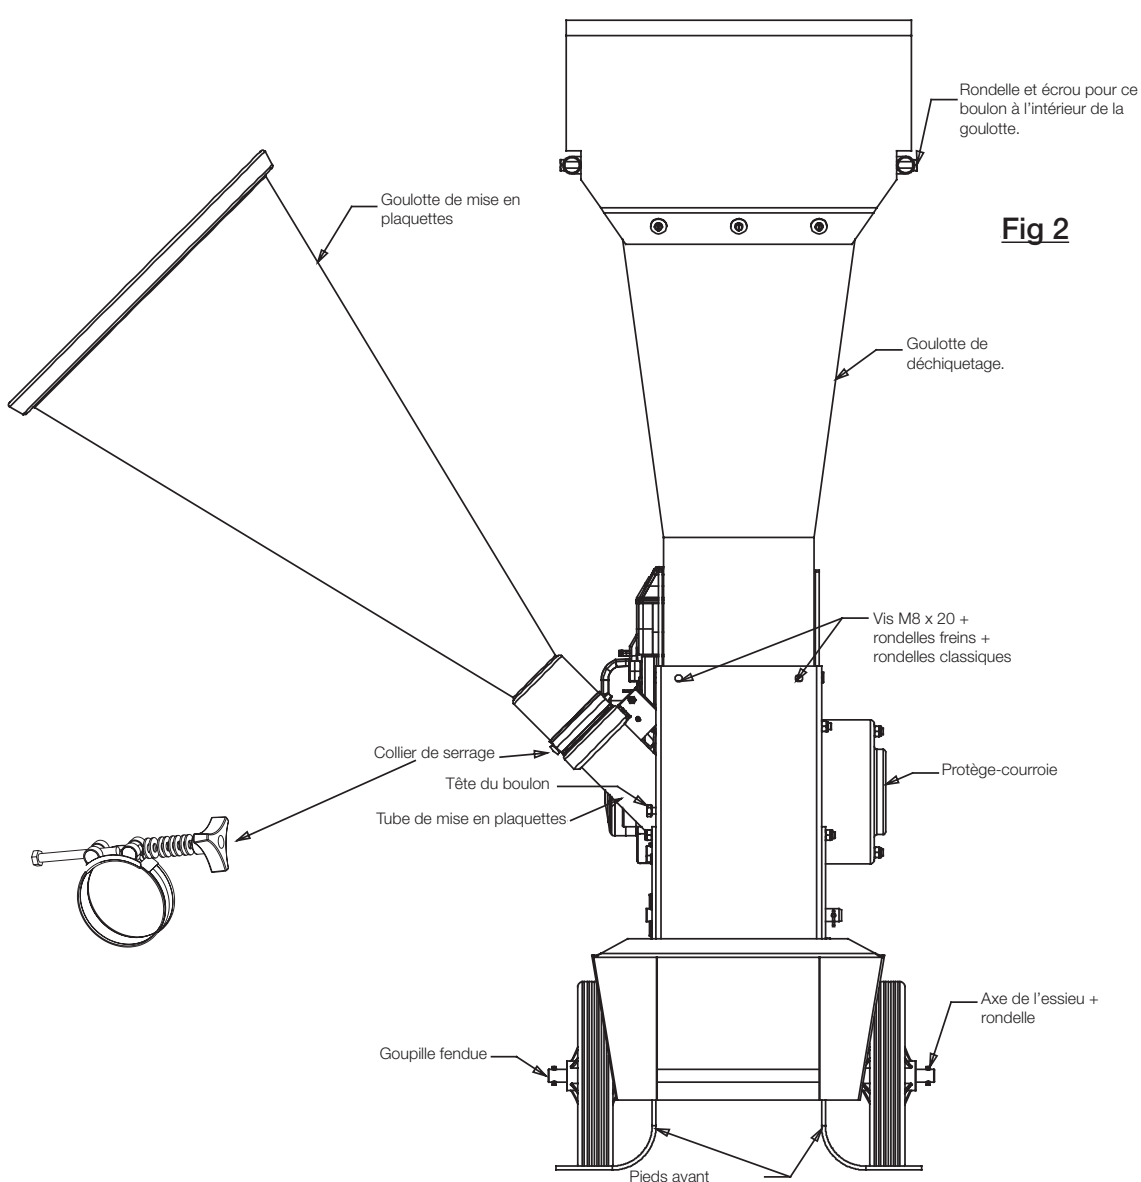

Fig 2
8. Attacher la goulotte de déchetage au châssis à l'aide de deux vis 8 mm x 20 mm et deux attaches de retenue de la goulotte, avec des rondelles classiques et des rondelles freins sur les vis à l'avant et deux écrous Nyloc à l'extérieur de la goulotte sur les côtés. Voir Fig. 2.
9. Attacher la goulotte de mise en plaquettes au tube de mise en plaquettes et resserrer le collier de serrage (Fig 2). L'appareil ne démarrera pas avant que la goulotte de mise en plaquettes soit attachée.